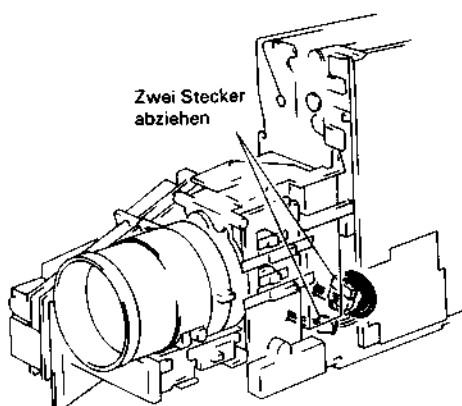

Abb. 2.41 Ausbau des Bandlaufwerkes
Ausbau des Bandlaufwerkes (Abb. 2.41, 2.42)
4. Die zwei (2) Stecker (CN1501, CN004) abziehen (siehe Abb. 2.41).
1. Die zwei (2) Stecker (CN1501, CN004) abziehen (siehe Abb. 2.41).